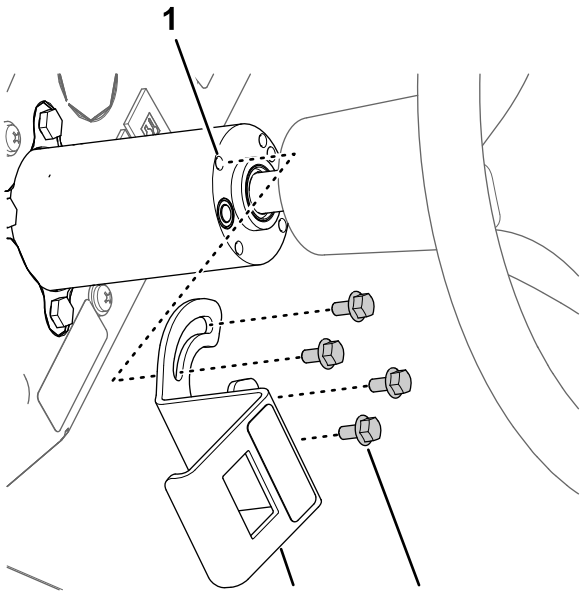

图25
- 将泡沫控制开关安装支架上的插槽与转向塔中的 4 个螺纹嵌入件对齐（图25）。
- 将 8 插槽接头穿过支架上的开口，连接至 3 位宽柄开关（泡沫控制开关）背面的插脚上（图25）。